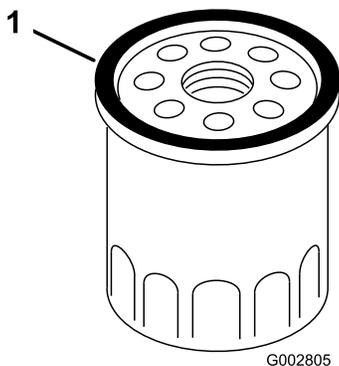

Рисунок 29
7. Нанесите пальцем на прокладку нового фильтра слой чистого моторного масла (Рисунок 29).